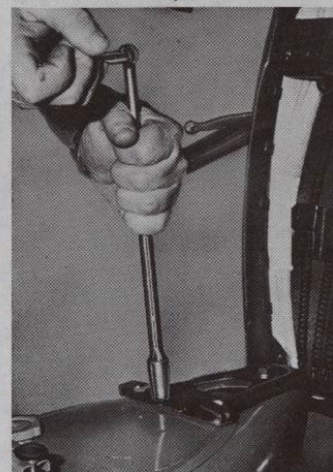

Fig. 38
**Fig. 38. Desmontaje sillín:** Volcar el sillín como se indica en la figura y actuar con una llave de tubo (del comercio) con hexágono de 13 mm. sobre los tres tornillos de fijación.